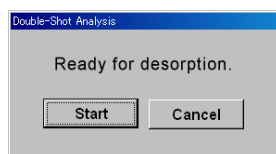

Fig. 4.10 Double-Shot Analysis の Desorption Program
- (1) “Furnace” と “Interface” のチェックボックス (B) にチェックマークを入れ、ヒーターを “ON” にしてください。
- (2) E～I には熱脱着条件を入力します。熱脱着を 1 ステップのみ実行する場合は、G の “Rate” の項目の 2 段目に 0 を入力してください。
- (3) 熱分解を続けて実行する場合は、D のチェックボックスにチェックマークを入れ、J～K に熱分解条件を入力してください。
- (4) 選択的試料導入装置で自動サンプリングする場合、およびマイクロジェット・クライオトラップで自動冷却捕集する場合には、L で各段階ごとにチェックマークを入れてください。
- (5) 試料をカップに入れて、熱分解装置に取り付けます。《ダブルショット法では、死空間のパージをするために、1-4 ページのサンプラーの側部空気パージナットを緩め、約 2 分後に再び閉じてください。この間、GC 注入口の圧力が不安定になるため、GC より警告音が発せられる場合がありますが、5 分以内であれば GC は停止しません。》
- (6) “START” ボタンを押してください。
- (7) GC、加熱炉、インターフェース、選択的試料導入装置、マイクロジェット・クライオトラップなどの準備ができると Fig. 4.10 のダイアログボックスが表示されます。